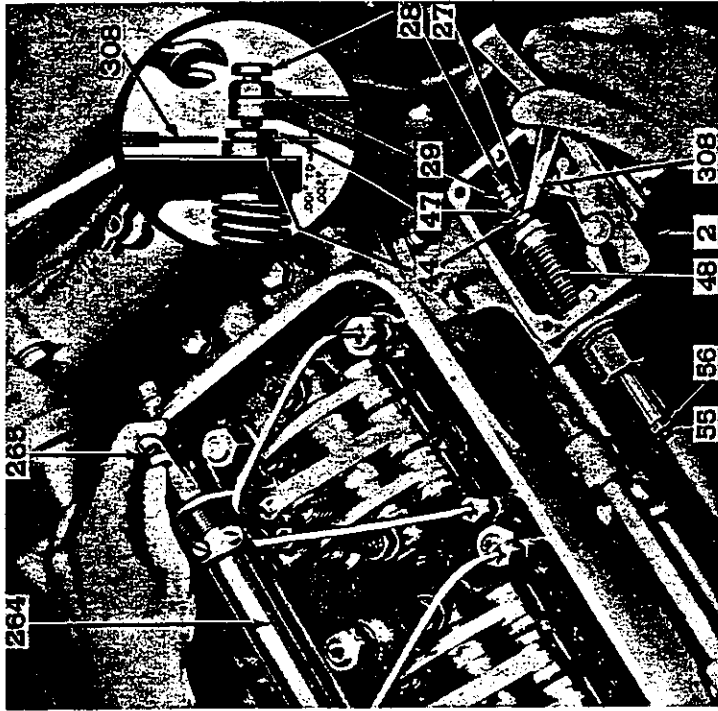

Fig. 10 - Regelaar afstellen (DW-LS)
- 3) Verbindingsstang tussen regelaar en regelas 265 losmaken (fig. 10).